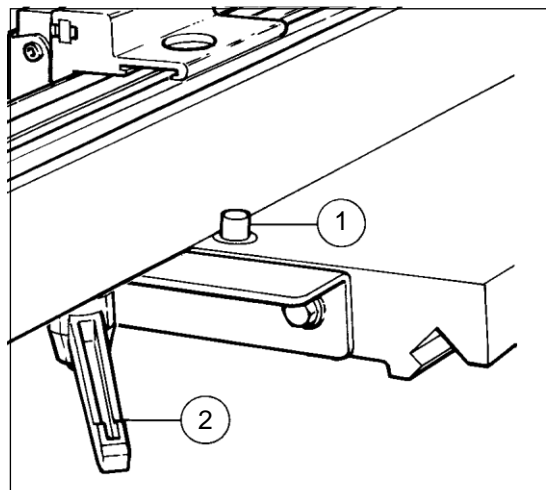
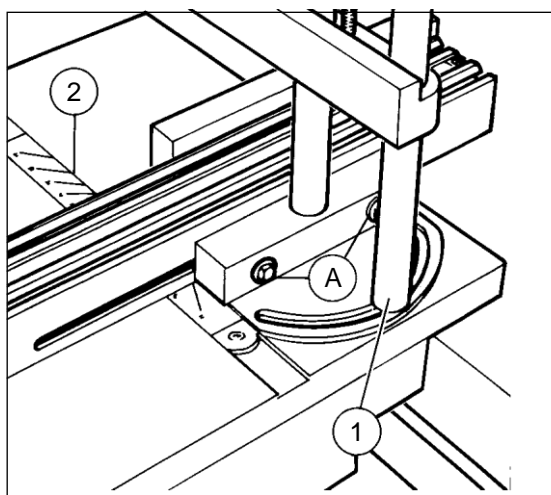

Fig.20
Fig.21
Pour le déplacement du pare-éclat par l'avant ou l'arrière, desserrez la poignée (3) afin de libérer le bridage (2). L'échelle graduée dont le guide est pourvu peut-être déplacée en desserrant la vis (4). Pour le déplacement du guide par l'avant ou l'arrière par rapport à l'arbre toupie, il faut desserrer les deux boulons (fig.21,A).
Pour incliner le guide par rapport à la direction d'avancement du chariot à tenonner, desserrer l'axe (fig.21,1) et la poignée qui est située en dessous du guide (fig.20,2).
L'angle d'inclinaison est relevé à l'avant du profilé du guide sur l'index dans la table (voir flèche). Pour remettre le guide télescopique perpendiculairement au mouvement du chariot, il faut bien le buter contre la butée (fig.20,1) et reserrer la poignée (fig.20,2) et l'axe (fig.21,1).
Pour des coupes négatives, pousser la butée (fig.20,1) dans la table afin de pouvoir passer au dessus.